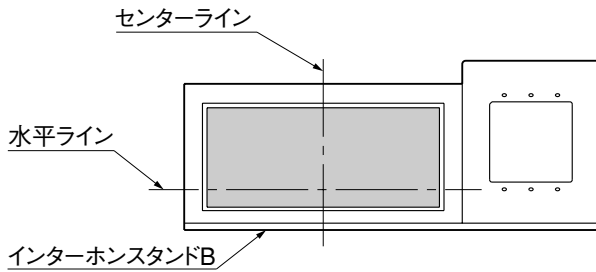

図4-1
- ① シールを貼る場所にあとから消せる物で、センターラインと水平ラインを引いてください。(図4-1参照)